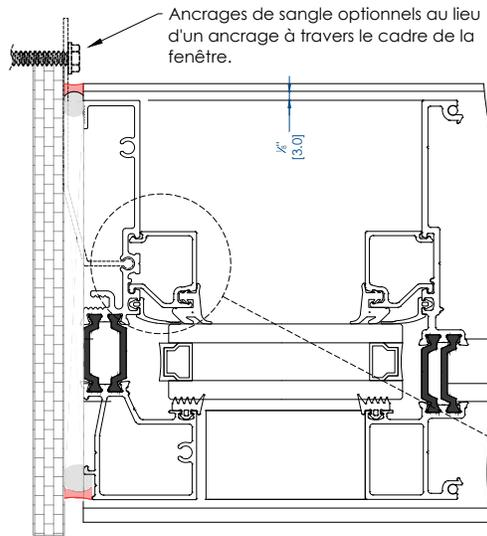

FIG. 4
- Poussez le cadre vers l'avant, en laissant un écart de 1/8" à l'arrière. **Voir FIG 4.**
- Ancrer le cadre de la fenêtre dans le montant conformément aux dessins d'atelier approuvés. **See FIG 4.**